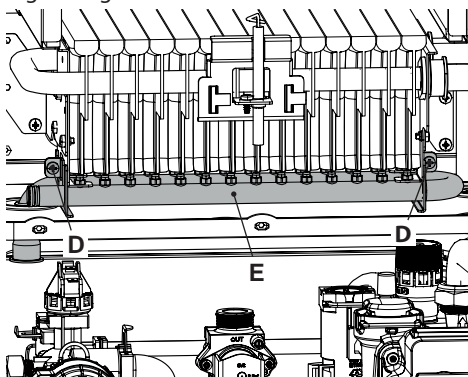

Figura 8.2
- Svitare le due viti **D** e rimuovere il collettore gas **E** Figura 8.2.